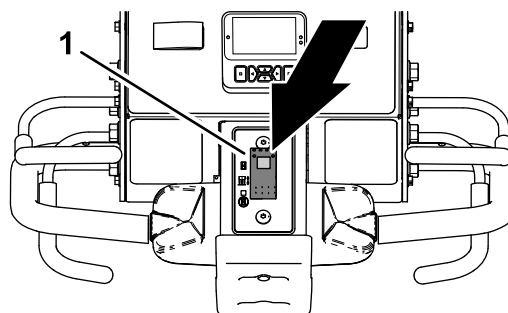

Figura 82
1. Apăsai partea de sus a comutatorului de control al coborârii (Figura 82) în poziia COBORÂRE ÎNTÂRZIATĂ.